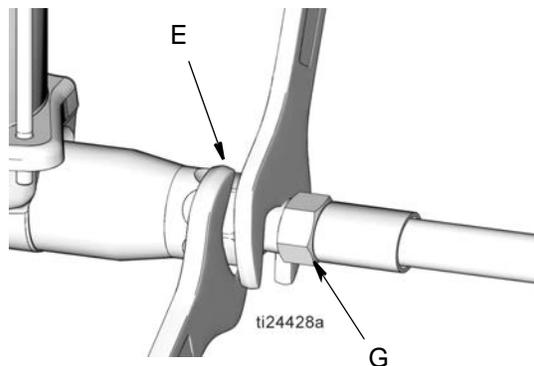

图 4
1. 关闭排放型主气阀 (F) (系统必需)。
2. 关闭进油供应泵 / 系统 (DD) 上的截止阀 (V)。
3. 使用两个扳手，在泵出口 (E) 和润滑管路管件 (G) 的相反方向上用力，慢慢松开管件，直至其松开并且没有更多润滑剂或空气从管件中泄漏出，实现系统泄压 (图 4)。